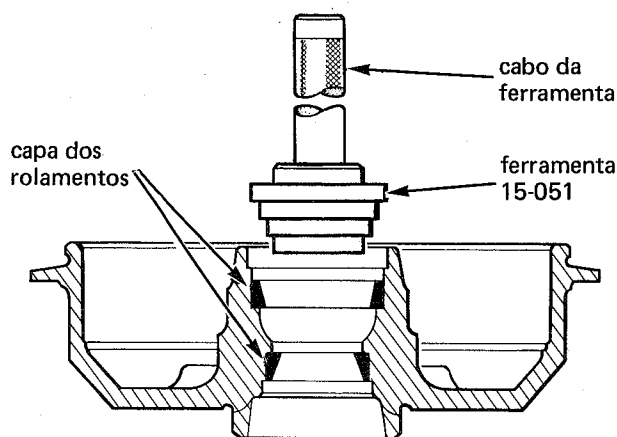

fig. 8
1. Com o auxílio da ferramenta 15-051, instalar as duas capas dos rolamentos, cuidando que assentem, devidamente, nos respectivos ressal-tos (fig. 8)